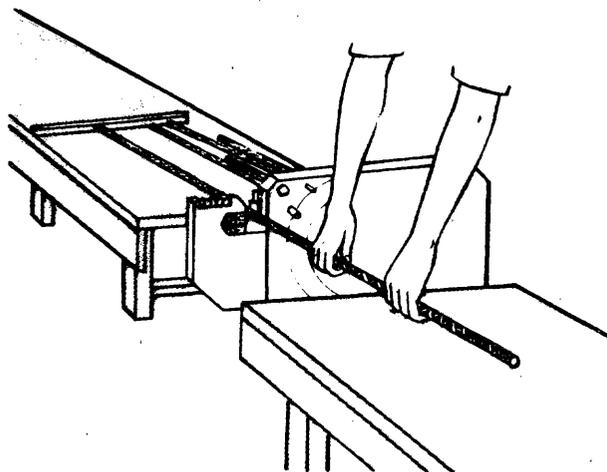

Fig. 1
- 5º paso *Introduzca la cabilla en la ranura de corte, y asegúrese que el extremo esté pegado de la traviesa que indica la medida (fig. 1).*